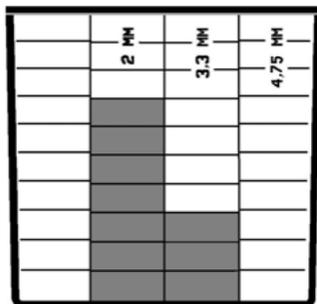

Figura 6.7 – Ex. leitura de granulometria
- Coloque o medidor na sua posição normal e leia os resultados nos diferentes compartimentos (*Figura 6.7*);
- Dos resultados obtidos (*Figura 6.7*), observa-se, na escala, uma granulometria de **0-70-30-0**;